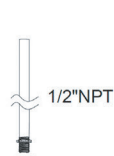

FIGURE 8
Étape 1 : Dévissez les écrous de la tige 1/2" NPT (voir figure 8).